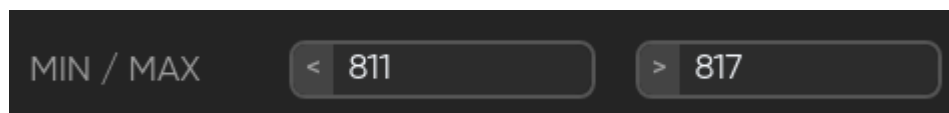

Рисунок 33 — Поля для ввода минимального и максимального частотного канала
3.11.4.4. В настройке сервисных каналов добавлены поля для ввода минимального и максимального частотного канала при работе блока в режиме **2G**. Значения выбираются из введенных на блоке FSC (рисунок 33).